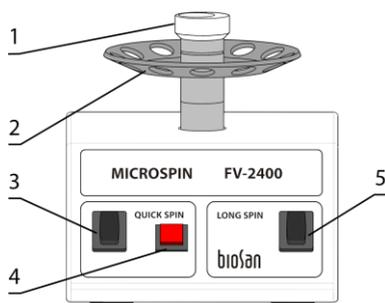

Рисунок 1. FV-2400
4.4.1 **FV-2400** и **FVL-2400N**. Чтобы сменить ротор (рис. 1/2 или 2/3), держите его одной рукой и открутите головку вортекса (рис. 1/1 или 2/2) против часовой стрелки. Смените освобождённый ротор и закрутите головку вортекса.
5.2.2 **Быстрое центрифугирование.** Вставьте пробирки в ротор, соблюдая равновесие. Переведите переключатель **QUICK SPIN** (рис. 1/3) в положение **I** (включено). Нажмите и держите нажатой красную кнопку (рис. 1/4) для центрифугирования. После отпускания кнопки ротор останавливается. Переведите переключатель **QUICK SPIN** в положение **O** (выключено) и извлеките пробирки.
5.2.3 **Вортексирование.** Уберите все пробирки из ротора. Переведите переключатель **QUICK SPIN** в положение **I**. Мягко держа пробирку за верх, прижмите низ пробирки к углублению головки вортекса (рис. 1/1). Для вортексирования, нажмите и держите красную кнопку. После отпускания кнопки ротор останавливается. Переведите переключатель **QUICK SPIN** в положение **O**.
5.2.4 **Продолжительное центрифугирование.** Вставьте пробирки в ротор, соблюдая равновесие. Переведите переключатель **LONG SPIN** (рис. 1/5) в положение **I** (включено). Ротор начнёт движение. Переведите переключатель **LONG SPIN** в положение **O** (выключено), дождитесь остановки ротора и извлеките пробирки.